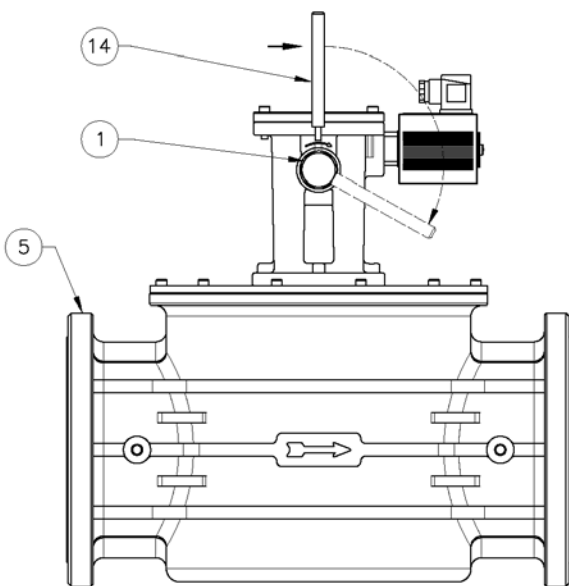

Рис. 8
– для **DN 65 ÷ DN 150** (Рис. 3 и Рис. 8)